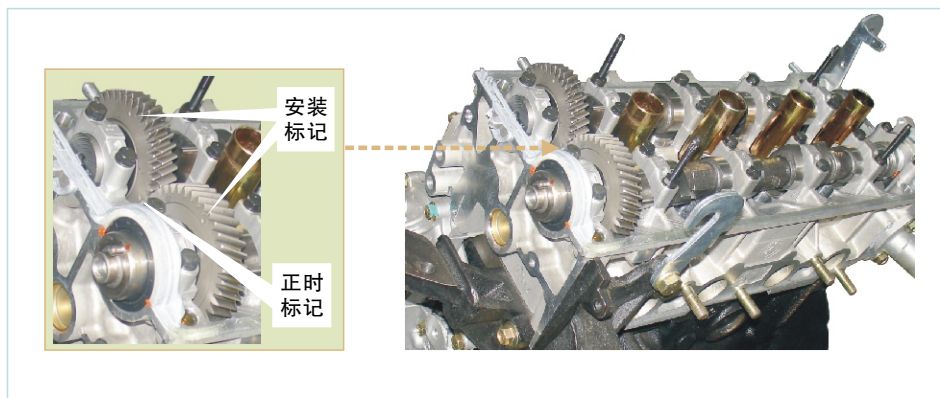

图2-120 检查定位标记
1. 检查凸轮轴齿轮正时标号是否对准，当对准时。此时两安装标记正处于上部。（图2-120）